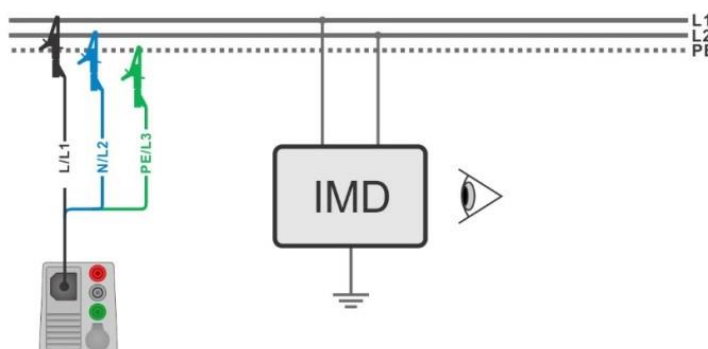

Fig. 4.116: AUTO IT mätning
- › Anslut 3-ledar testledn. till objektet som skall testas, se **Fig. 4.116**